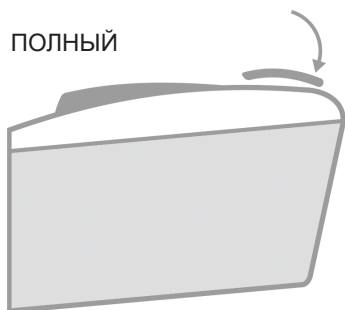

Рис. 16 Индикатор заполнения
11. В процессе работы травосборник заполняется. Для контроля заполнения травосборника на верхней части травосборника имеется индикатор (флажок). Пока травосборник не заполнен, флажок будет приподниматься из корпуса травосборника потоком воздуха, проходящим через травосборник. Если флажок находится в горизонтальном положении, значит травосборник заполнен (Рис. 16).